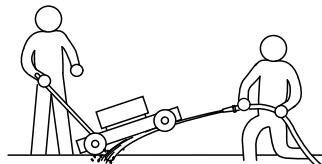

Figura 16
5. Sujetando la palanca, incline la máquina hacia arriba para tener acceso a la parte inferior de la carcasa (Figura 16).
6. Dirija un chorro de agua por debajo de la carcasa (Figura 16).